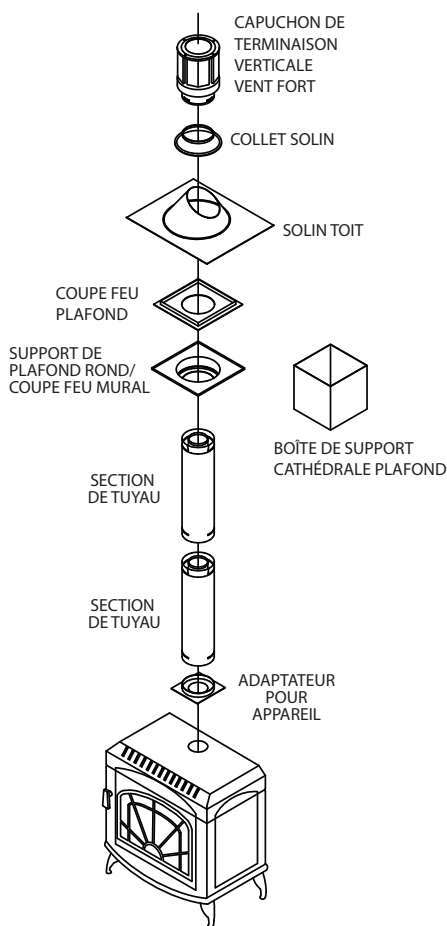

Figure 3
- Terminaison verticale (*Fig. 3*)